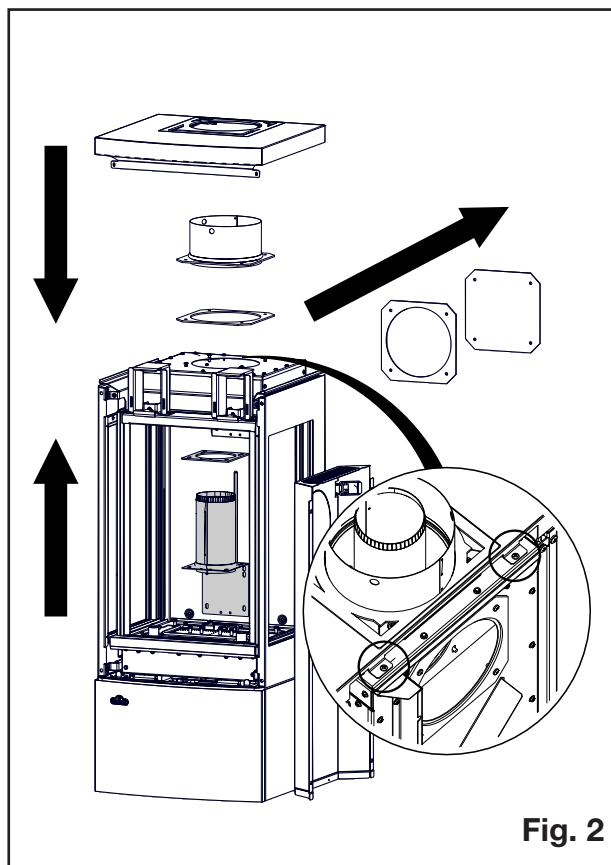

Fig. 2
2. Retirez la plaque de recouvrement arrière et le joint d'étanchéité (**Fig. 2**).
3. Retirez les 2 vis qui fixent le dessus extérieur de l'appareil. Retirez le dessus extérieur (**Fig. 2**).
4. Retirez le collet et le joint de 7 po du dessus, ainsi que le collet et le joint de 4 po de l'intérieur (**Fig. 2**).